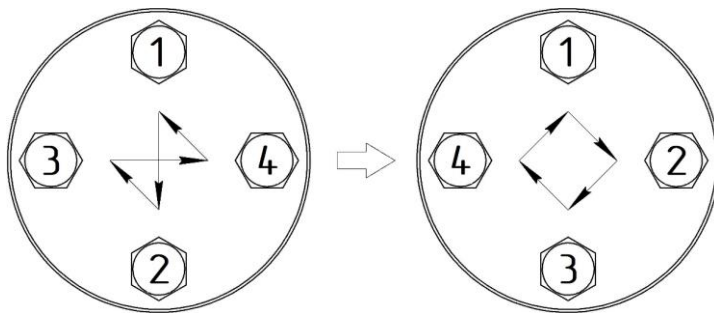

Рисунок 8.1 – Схема затяжки гаек фланцевого соединения
- 9) Затяните гайки ⑤ с моментом затяжки, не превышающим величины, указанной в таблице 2.1.
- Затяжку гаек фланцевого соединения следует выполнять равномерно в 3...4 подхода в последовательности «крест-накрест» (см. рис. 8.1). В качестве последней операции рекомендуем затяжку по кругу.